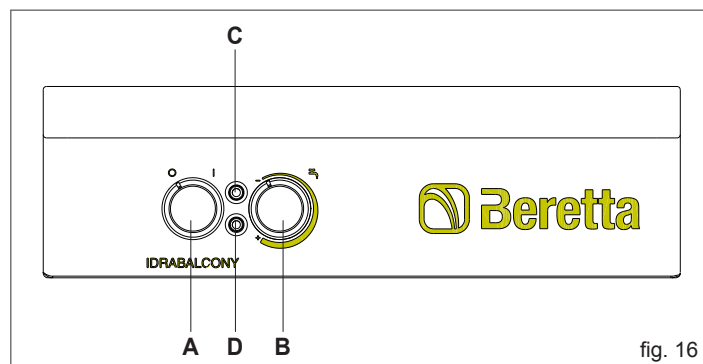

fig. 16
E' possibile variare la temperatura dell'acqua calda sanitaria ruotando il regolatore di temperatura (fig. 16 - B) in senso orario per aumentarla ed in senso antiorario per diminuirla.
- Ruotare l'interruttore principale (fig. 16 - A) del pannello di comando in modo che sia in posizione "O"
- Verificare lo spegnimento della segnalazione verde (fig. 16 - C).